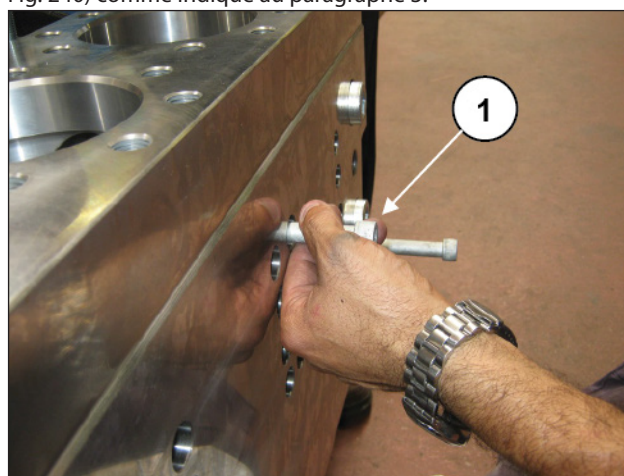
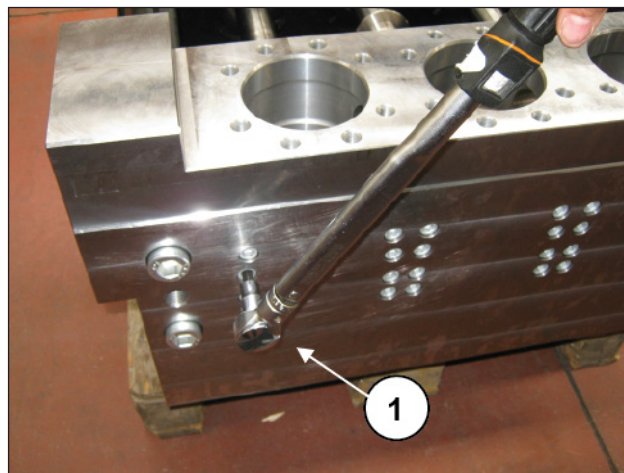

Fig. 239
Fig. 240
Insérer les vis M12 de fixation du support de chemise dans les logements de la partie avant de la culasse (rep. ①, Fig. 239) et les serrer en réglant avec la clé dynamométrique (rep. ①, Fig. 240) comme indiqué au paragraphe 3.